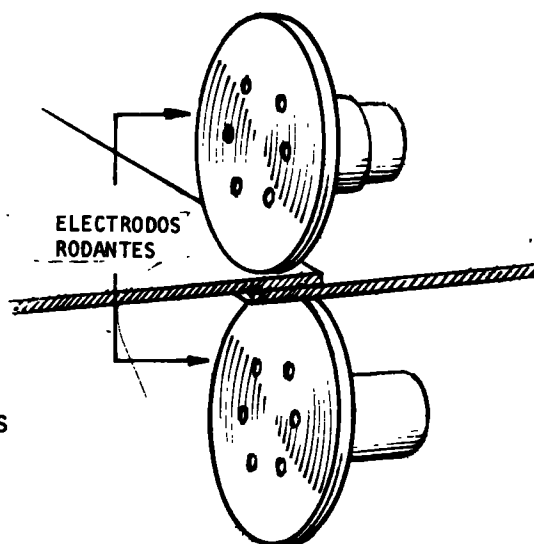

Fig. 2
- e Coloque un extremo de la junta entre los rodillos (fig. 2).